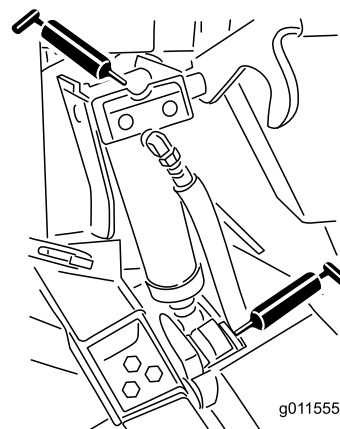

Figura 88
- 4 boccole del cilindro di sollevamento (Figura 88)